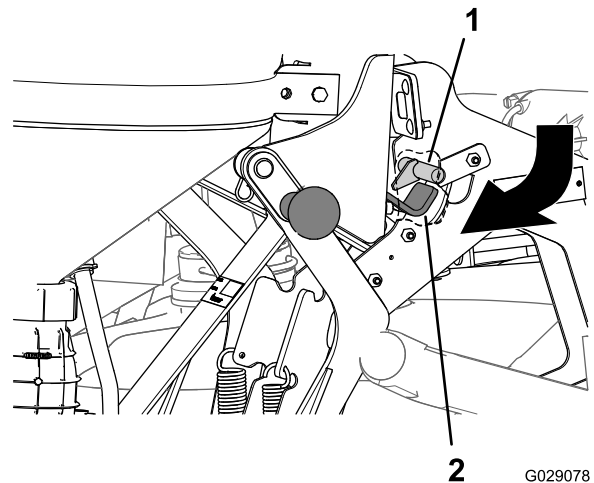

Figura 34
3. Tirate la stegola del nebulizzatore verso l'esterno e verso il basso fino a quando il gancio del fermo sul lato interno della piastra posteriore non è libero dall'asta di fermo del gruppo telaio di supporto principale (Figura 34).
- Spingete verso l'interno le stegole sulla parte superiore della base fino a quando la parte del gancio del fermo non è allineata dietro l'asta di fermo del telaio di supporto principale (Figura 34).